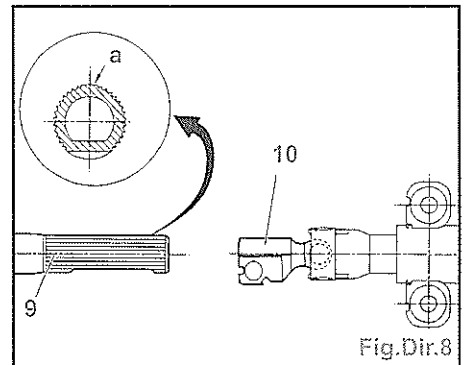

Fig.Dir.8
- Accoupler le cardan de direction (10) sur les cannelures de l'arbre (9) (Fig.Dir.8).